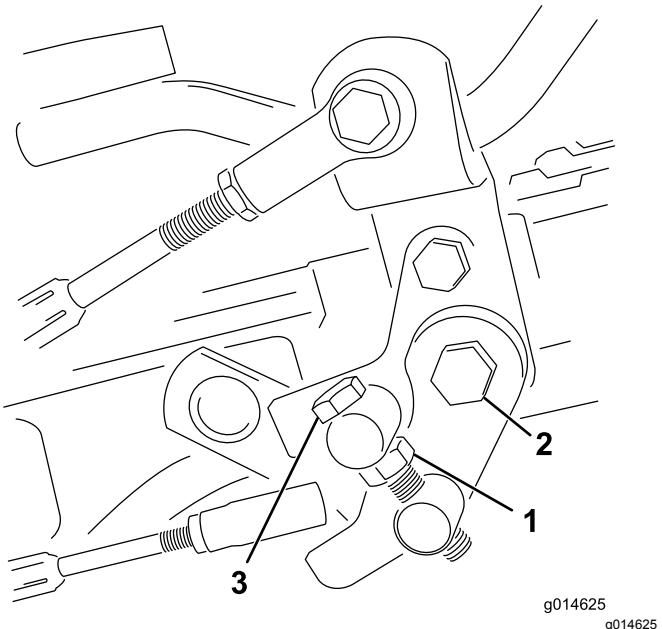

図 55
1. トラニオンボルトのジャムナットをゆるめる図 55。
4. トラニオンボルトのジャムナット、およびペダルピボットのナットを締め付けて調整を固定する図 55。調整を確認し、必要に応じて再調整する。